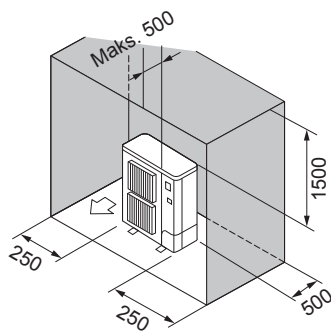

Fig. 2-8
- ⑥ Hindringer kun bak, på sidene og over (fig. 2-8)